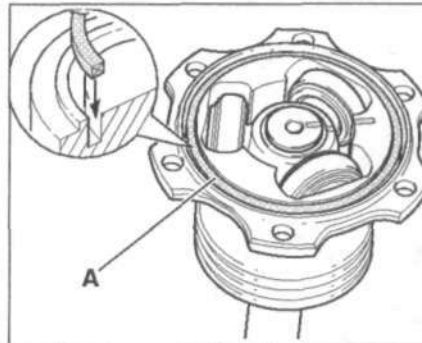

Рис. 9.32. Вставьте сальник (стрелка) в паз.
20. Вставьте сальник (стрелка) в паз (рис. 9.32).